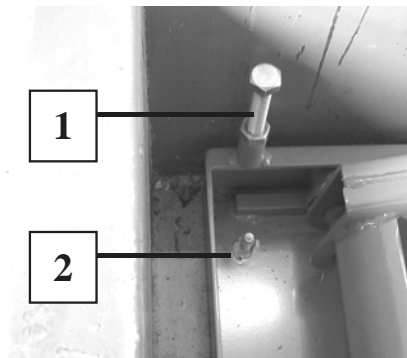

Fig.10
1. **betonnen put:** boor met behulp van een betonboor gaten van 12 mm en 125 mm diep in de vloer. Gebruik het frame van de hefbrug als boormal. Tik keilbouten van het type TIKM12x100 met een hamer in de vloer. Zie ref.2 Fig 10 Draai de keilbouten vast met een momentsleutel tot 45 Nm.
**HOOGTE AFSTELBOUTEN (REF.1 FIG.10)**